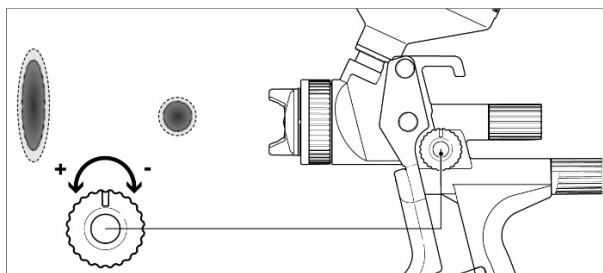

рис. 4
3. Выберите положение факела: вертикальный факел или горизонтальный факел (рис. 4).
### 4.3. Настройка формы факела материала (рис. 4)